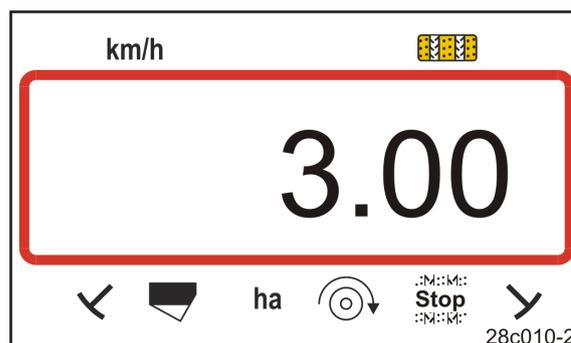

Fig. 21
- Indicador: anchura de trabajo guardada [m], p. ej. 3,0 m (Fig. 21).